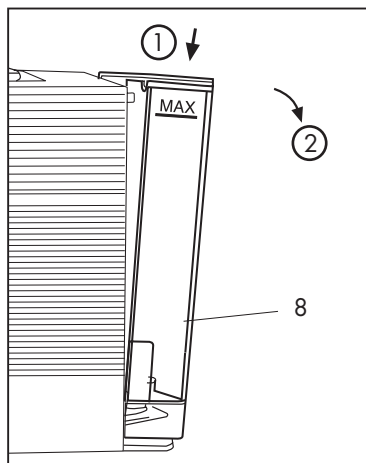

Fig. 1
- Para extraer el depósito (8) apriételo hacia abajo y contemporáneamente gírelo hacia el exterior. **(Fig.1)**